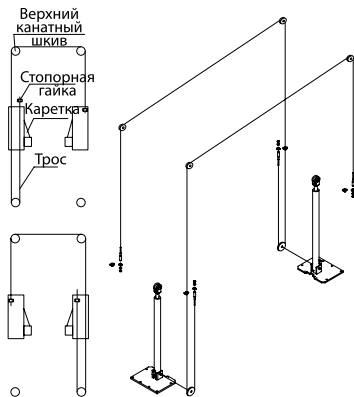

Рисунок 5 – Установка троса синхронизации
- Установите тросы синхронизации (рис. 5). Поднимите каретки до первого щелчка замков безопасности. Убедитесь, что они находятся на одинаковой высоте от пола (допуск в пределах 6 мм). Закрутите вначале стопорную гайку на один конец троса так, чтобы наконечник троса прошел через центральное отверстие гайки. Затем протяните трос в соответствии со схемой через все шкивы и заверните гайку на второй конец троса (на другой каретке). Равномерно затяните обе гайки. Повторите операцию для второго троса.